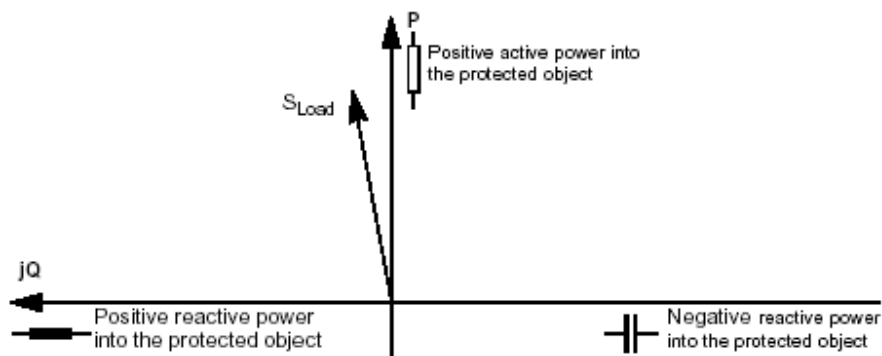

图3-39 复功率
- 借助电能测量功能，可以确认负荷的方向，从装置本身读取或者利用DIGSI®工具（如图3-39）。